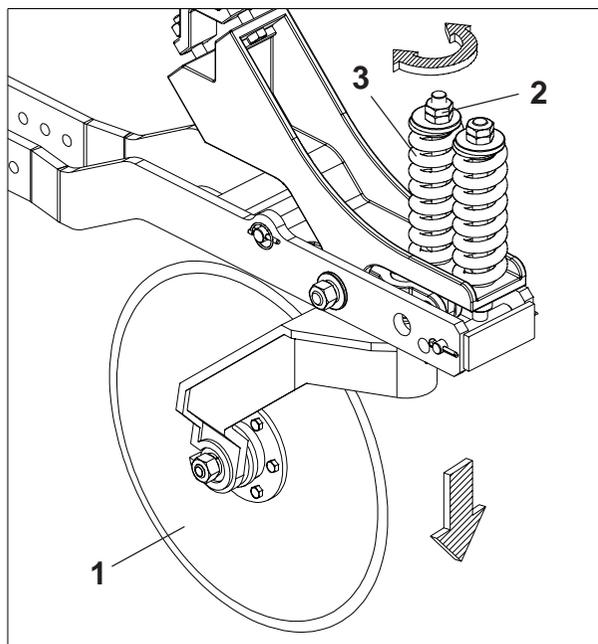

FIGURA 73
**REGULAGEM DE PRESSÃO DO DISCO DE CORTE (FIGURA 73)